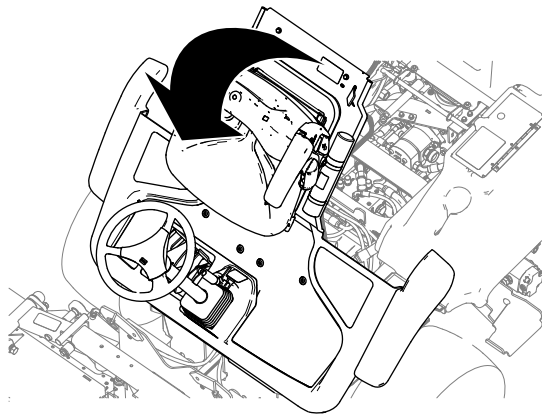

Figura 43
2. Sollevate la piattaforma (Figura 43).